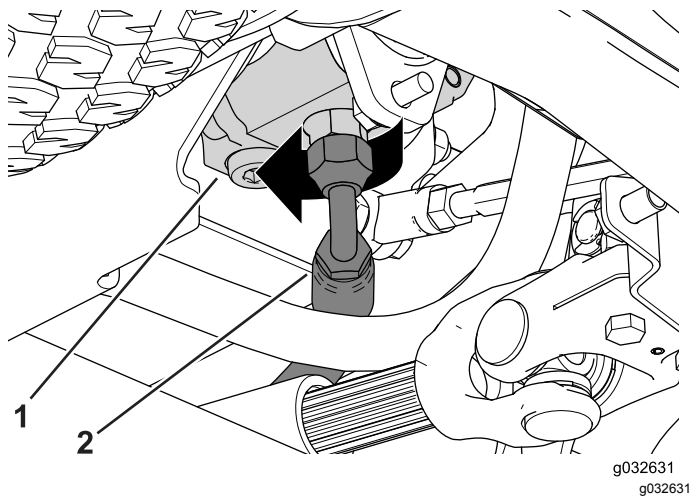

Bild 80
1. Lockern Sie an der Getriebepumpe das Anschlussstück des Zulaufschlauchs und drehen es zur Vorderseite der Maschine (Bild 80).